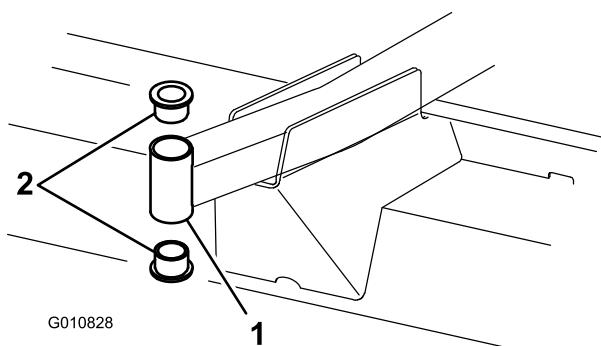

図 21
4. 取り付けチューブの上または下からピンポンチを差し込み、ブッシュをたたき出す（図 21）。もう1個のブッシュについても同様にして取り出す。